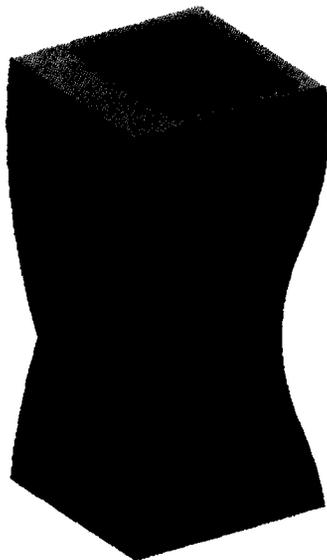

Рис. 7.10. Созданная оболочка с разными значениями толщины стенок
6. Нажмите **ОК**, чтобы создать элемент **Оболочка**, как показано на рис. 7.10.